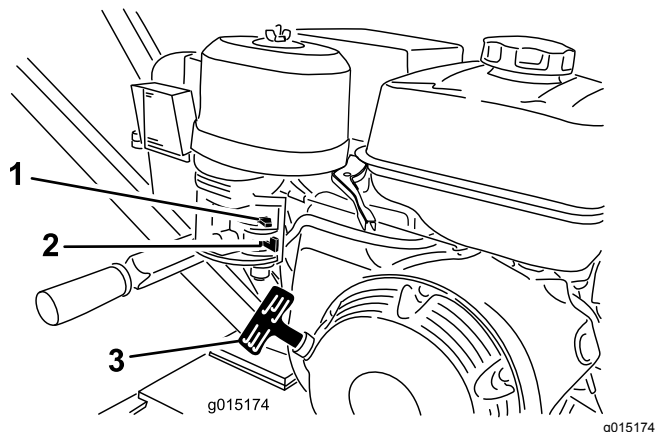

Figura 9
1. Spostate la valvola del carburante in posizione di APERTURA, completamente a destra (Figura 9).
2. Spostate la leva dello starter in posizione di ACCENSIONE (Figura 9).
5. Tirate delicatamente la maniglia dell'avviatore autoavvolgente fino a quando non avvertite resistenza, poi tiratela in modo secco (Figura 9). Riportate indietro delicatamente la maniglia dell'avviatore autoavvolgente.